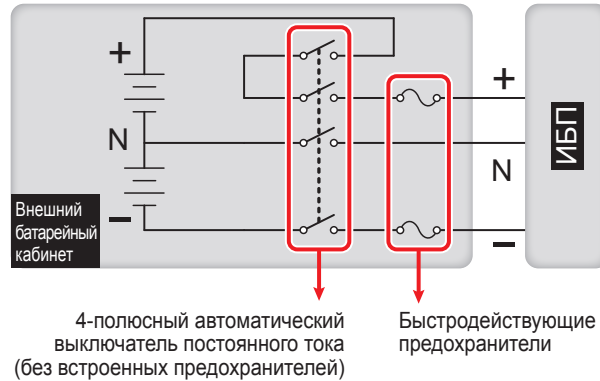
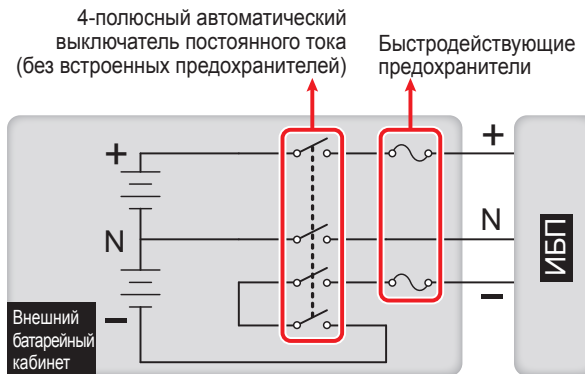

Рис. 5-12. Установка 4-полюсного автоматического выключателя постоянного тока и быстродействующих предохранителей (I)
Рис. 5-13. Установка 4-полюсного автоматического выключателя постоянного тока и быстродействующих предохранителей (II)
- Необходимо использовать 4-полюсный автоматический выключатель постоянного тока (без встроенных предохранителей) с отключающей способностью 35 кА пост. тока. На один полюс разрешается подавать постоянное напряжение 250 В, на два последовательно включенных полюса – 500 В, а на три – 750 В. При установке 4-полюсного автоматического выключателя постоянного тока и быстродействующих предохранителей между ИБП и блоком внешних батарей сторонних производителей руководствуйтесь **Рис. 5-12** или **Рис. 5-13**.